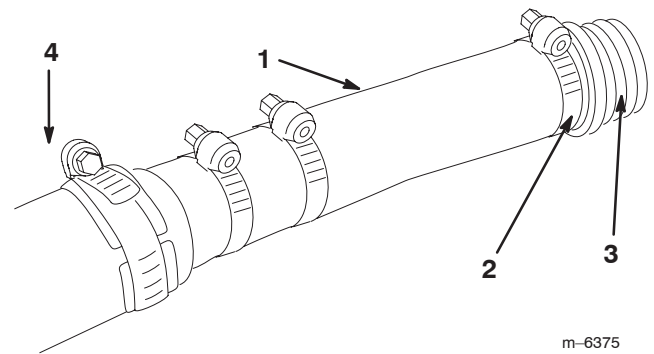

Figure 9
5. Enfilez un grand collier à cliquet (retiré du flexible à l'étape 2) sur le flexible et engagez le raccord à fond dans le flexible. Fixez-le avec le collier (Fig. 9).